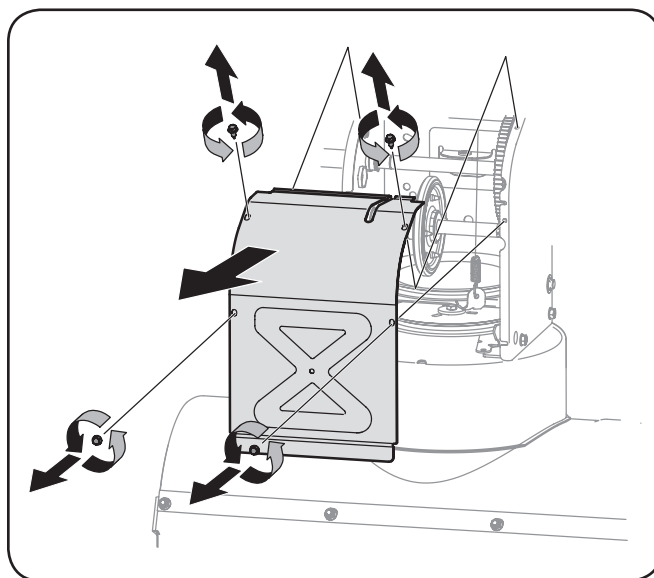

Figura 7-3
3. Saque la cubierta del marco desde debajo de la máquina quitanieve retirando los tornillos autorroscantes que la sujetan. Consulte la Figura 7-3.
5. Saque la cubierta del marco desde debajo de la máquina quitanieve retirando los tornillos autorroscantes que la sujetan. Consulte la Figura 7-3.
- Saque la cubierta del marco desde debajo de la máquina quitanieve retirando los cuatro tornillos autorroscantes que la aseguran. Consulte la Figura 7-3.